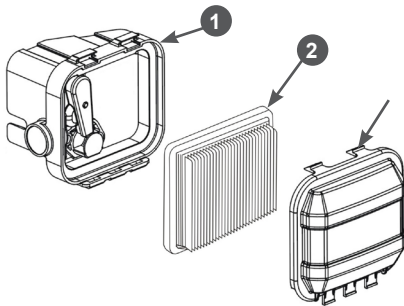

Рис. 20 Обслуживание воздушного фильтра
1. Нажмите на фиксаторы и снимите крышку воздушного фильтра 3 (Рис. 20).
2. Извлеките из корпуса 1 фильтрующей элемент 2 (Рис. 20).
4. Произведите очистку крышки 3 воздушного фильтра и корпуса 1, не допуская попадания пыли и грязи в карбюратор (Рис. 20).